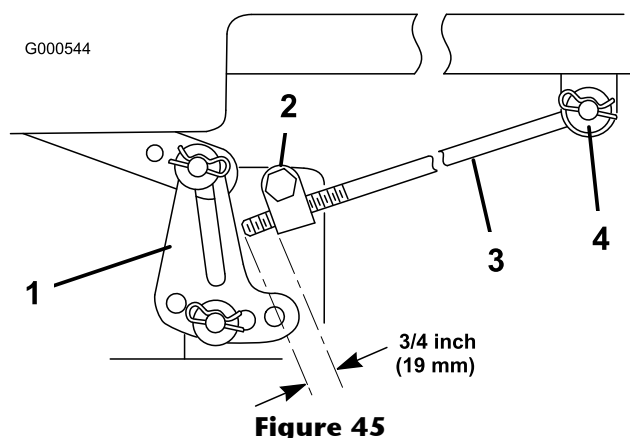

Figure 45
5. Mesurez la longueur de tige qui dépasse du bloc de réglage sur les côtés du châssis (Figure 45).
6. Si la longueur n'est **pas** égale à 19 mm, retirez la goupille fendue et la rondelle de l'extrémité de la tige (Figure 45), puis vissez ou dévissez la tige jusqu'à obtention de la longueur requise.